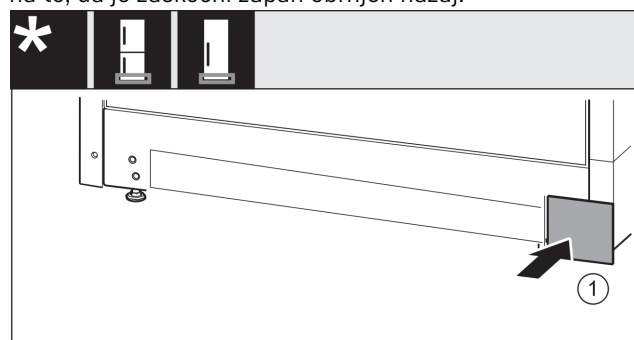

Fig. 19
- Pokrov Fig. 19 (1) ponovno namestite na drugi strani.